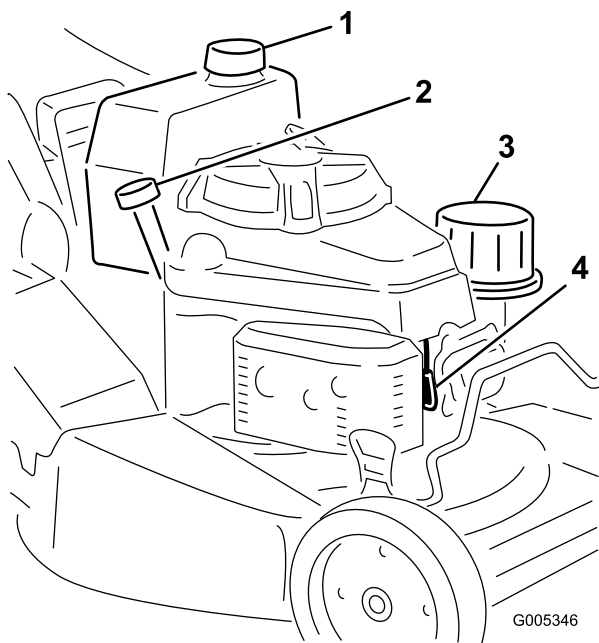

Figura 11
1. Limpie alrededor del tapón del depósito de combustible (Figura 11).
- Conecte el cable de la bujía (Figura 11).